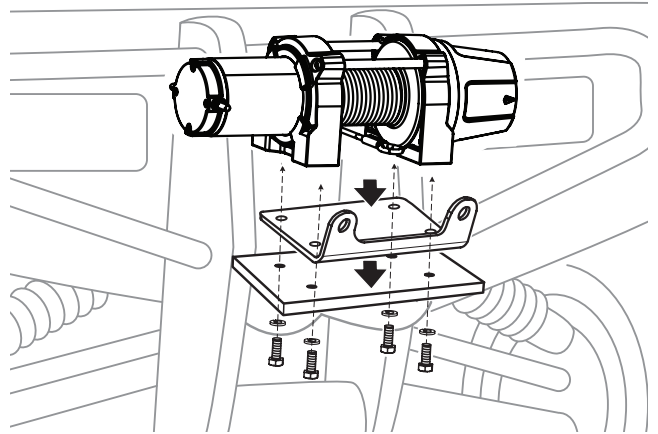

Figure 4
5. Installez le treuil par-dessus le guide-câble à rouleaux assemblé et la plaque fournie avec le treuil. Voir la figure 4.